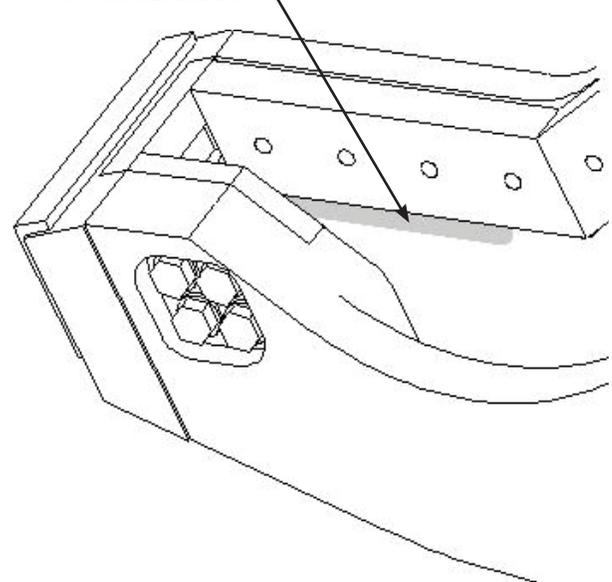

FIGURA 5-37
7. Se necessário, proceda ao enchimento da zona por baixo da extremidade da lâmina secundária até ficar faceada com a lâmina (ver a **Figura 5-37**). A lâmina não deve estar saliente além da extremidade da sede nesta zona.